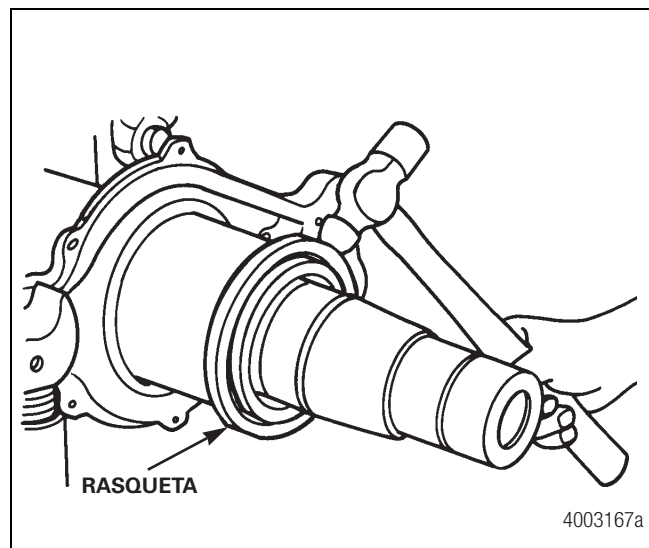

Figura 3.9
12. Si el sello tiene una rasqueta separada en el collar del sello de aceite, aflójele dando golpes ligeros con el lado redondeado de un martillo de bola; después retírelo y deséchelo. Figura 3.9.